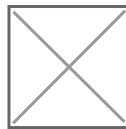

Figura 7 – Onda eletromagnética
- Onda eletromagnética é uma combinação de um campo elétrico e um campo magnético, onde esses campos se propagam em uma mesma direção, porém em planos ortogonais. É de conhecimento que uma variação no campo magnético induz um campo elétrico e vice-versa, portanto numa onda eletromagnética o campo elétrico é gerado pelo campo magnético que por sua vez é gerado pelo campo elétrico, ambos se nutrindo num arranjo perfeito, veja a figura 7.
são perpendiculares um ao outro e também à direção de propagação da onda que se desloca com velocidade v . Isso nos permite classificar a onda eletromagnética como onda transversal. A figura 7 mostra a disposição dos campos elétricos e magnéticos de uma onda eletromagnética, e a direção e o sentido de sua propagação.